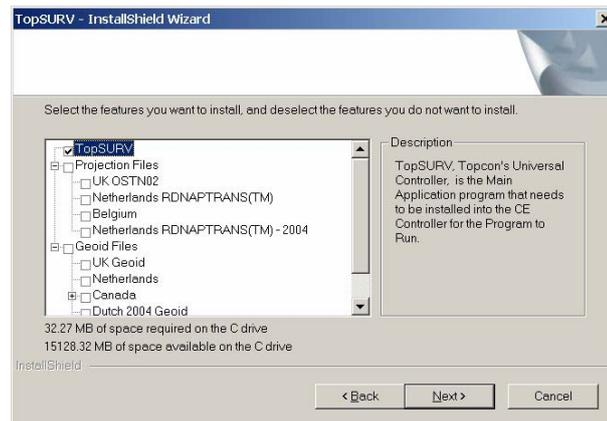

Рисунок 1-4. Выбор модулей
3. Выберите модули, подлежащие установке (см. рис. 1-4), и щелкните на кнопке *Next (Далее)*.